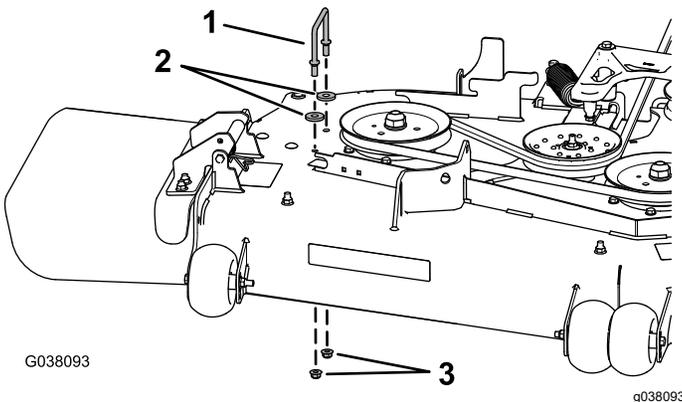

Figura 16
3. Rimuovete la staffa del copricinghia di destra, 2 rondelle (solo per piatto di taglio da 152 cm) e 2 dadi flangiati dal piatto di taglio (Figura 16).